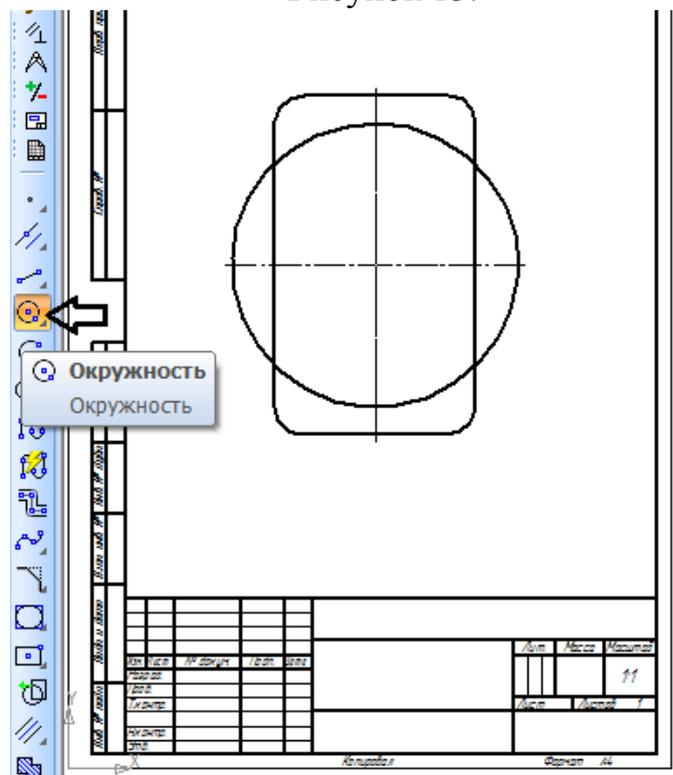

Рисунок 14.
7. В центре прямоугольника постройте **Окружность**: основной линией с осями, \varnothing **100 мм** (рисунок 14).